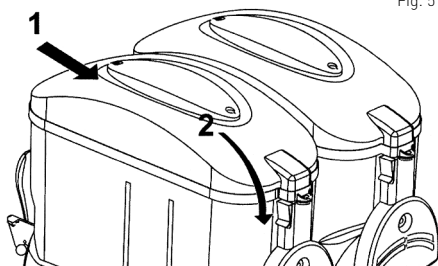

Fig. 5
- Dopo aver versato la miscela nel recipiente [2] posizionare il coperchio [1] sul recipiente [2]. Vedi: Fig. 5.